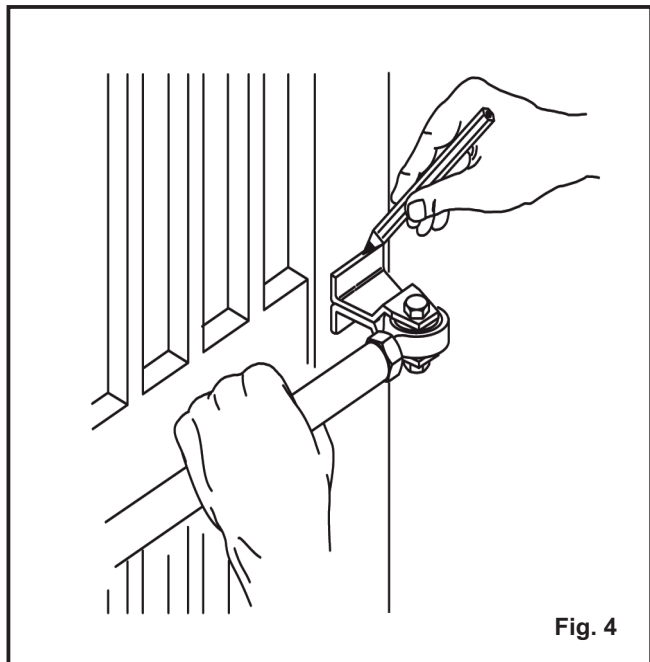

Fig. 4
G) Montare l'attacco anteriore sullo stelo (fig.4);
H) Chiudere l'anta del cancello e, mantenendo l'attuatore perfettamente orizzontale, individuare sull'anta la posizione dell'attacco anteriore (fig. 4);